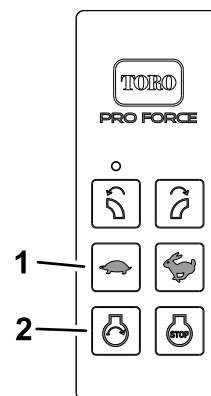

図 23
- ライトを ON または OFF にするには、ハンドヘルドリモートのボタン 図 23 を以下の順序で押してください。